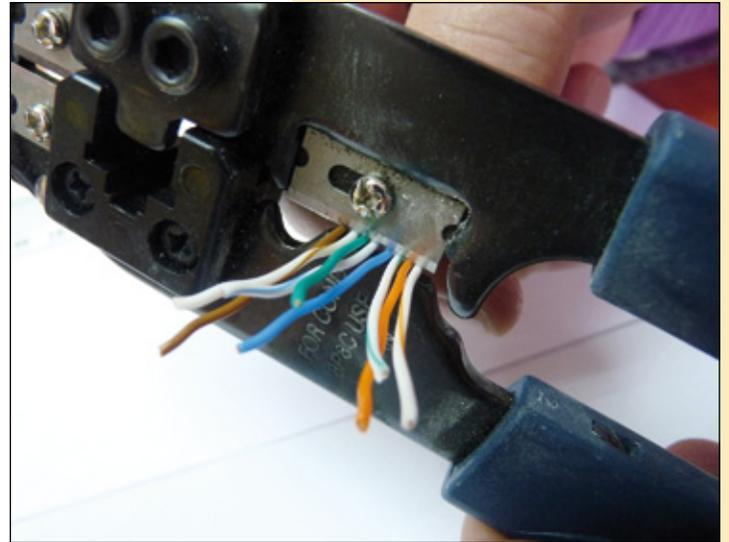

**Figura 8**
- 7 Proceda a separar cada conductor de cobre y enderezarlo con la ayuda de un destornillador, tal como se muestra en el grupo de imágenes de la Figura 8.